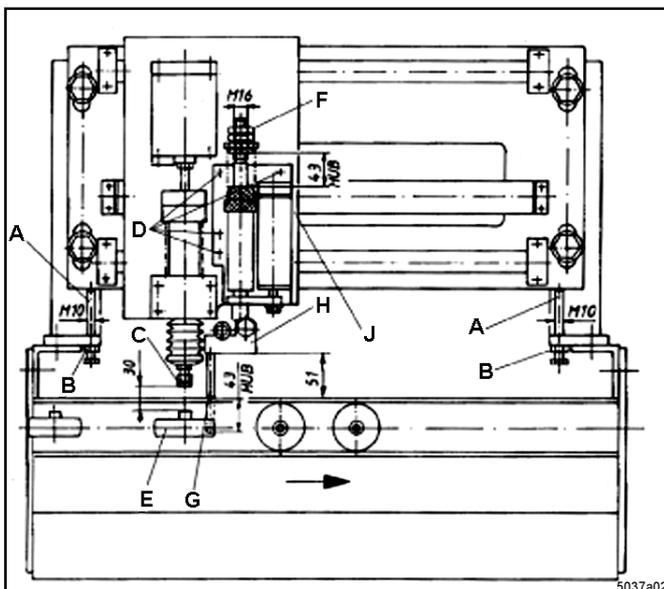
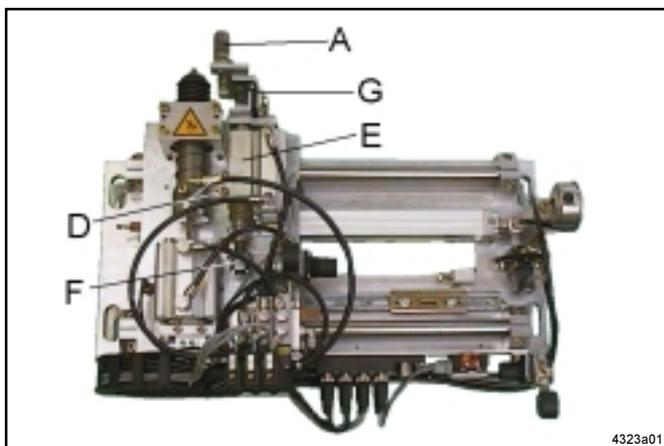

Abb. 7:- Höhereinstellung
Abb. 8:- Einstellung des Abstandes Mitnehmer - Schmierkopf
Einstellung der Höhenposition nach Abb. 7 vornehmen:
- Die Höhenposition durch Verdrehen der 2 Schrauben M10 x 90 (Abb. 7, Pos. A) und anschliessendem fixieren mit den 2 Muttern M 10 (Abb. 7, Pos. B) einstellen
- Die Höhenposition so einstellen, dass der Abstand zwischen der Oberfläche des COBRA-Mundstuecks (Abb. 7, Pos. C) und dem Schmiernippel der zu schmierenden Rolle (Abb. 7, Pos. E) 30 -5 mm betraegt
Einstellung des Mitnehmerhubs nach Abb. 7 und Abb. 8 vornehmen:
- Mitnehmerhub durch Verdrehen der 2 Muttern M 16 (Abb. 7 u. 8, Pos. F) und anschliessendem Kontern dieser Muttern einstellen
Beachte: in Ruhestellung des Mitnehmers muss das Maß 51 ± 1 nach Abb.7 eingehalten werden, um eine sichere Funktion der sollbruchstelle zu gewährleisten (siehe auch Punkt 3.5)
- 4 Schrauben M 8 (Abb. 7 u. 8, Pos. D) lösen
- Mitnehmer von Hand oder mit Ventil-Handbetaetigung (siehe Punkt 5.2.1) ausfahren und gleichzeitig den Schlitten (Abb. 7, Pos. J) von Hand so verschieben, daß die Mitnehmerstifte (Abb. 7, Pos. G) fest an der Kettenführungsrolle (Abb. 7, Pos. E) anliegen
- Den Mitnehmer (Abb. 7, Pos. H) auf dem Schlitten (Abb. 7, Pos. J) so verschieben, dass beim Anliegen der Mitnehmerstifte an der Kettenführungsrolle die Schmierkopfmittelachse auf einer Linie mit der Schmiernippelmittelachse liegt
- * 4 Schrauben D, Bild 7 (M 8 x 18) festziehen.
<ul style="list-style-type: none"> • Abstand zwischen COBRA und Rollen- bzw. Kettenband nicht korrekt. • Mitnehmerhub falsch eingestellt 	<ul style="list-style-type: none"> * Montageposition der COBRA nach Punkt 4.1 überprüfen und gegebenenfalls korrigieren. * Einstellung des Mitnehmers nach Punkt 5.1., Abb. 7 und 8 überprüfen und gegebenenfalls korrigieren.